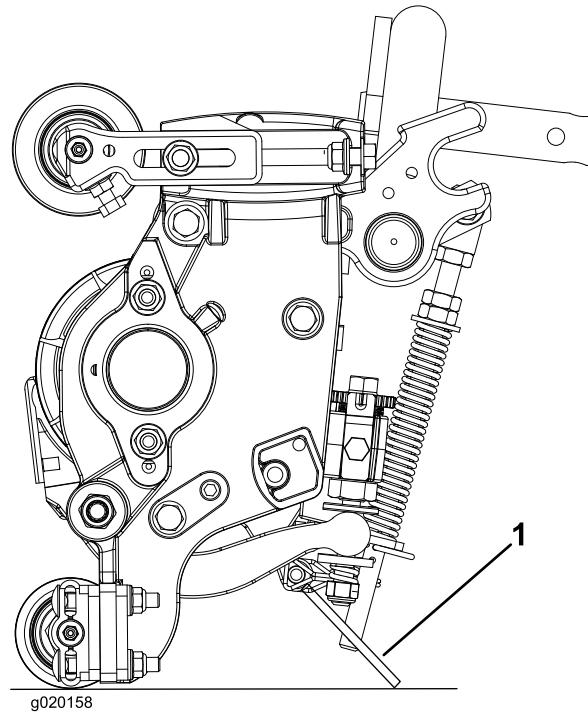

Figure 19
**Important:** Vérifiez que les écrous à l'arrière des vis de réglage de la barre d'appui ne reposent pas sur la surface de travail ; utilisez la béquille (Figure 19).